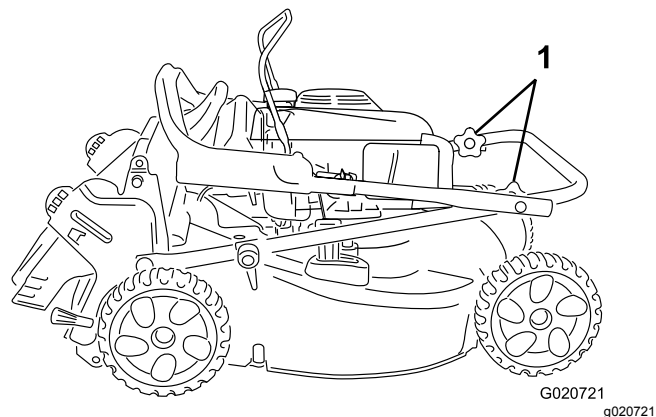

Figure 22
3. Rabattez la partie supérieure du guidon vers le moteur ; voir Figure 22.